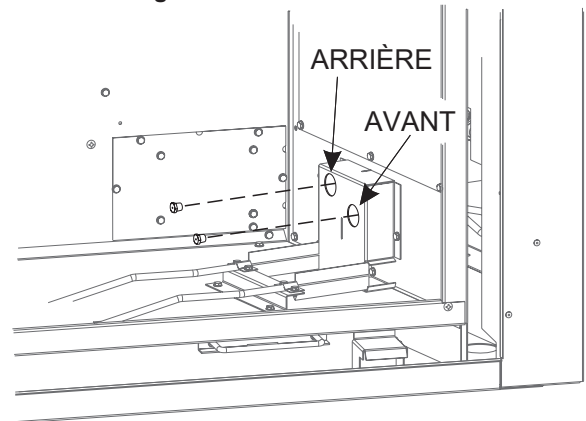

Figure 5
6. Utiliser un jeu de douilles longues de 7/16 po pour retirer les orifices. Voir Figure 5.